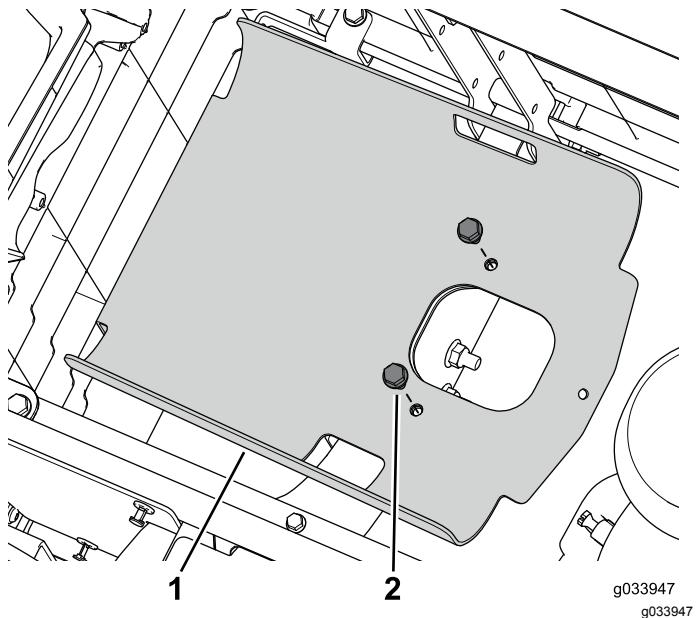

Figure 5
- Retirez les 2 boulons à embase qui fixent le support du réservoir au cadre (Figure 5).
5. Fixez le support du réservoir sur le cadre à l'aide des 2 boulons à embase retirés précédemment (Figure 5).